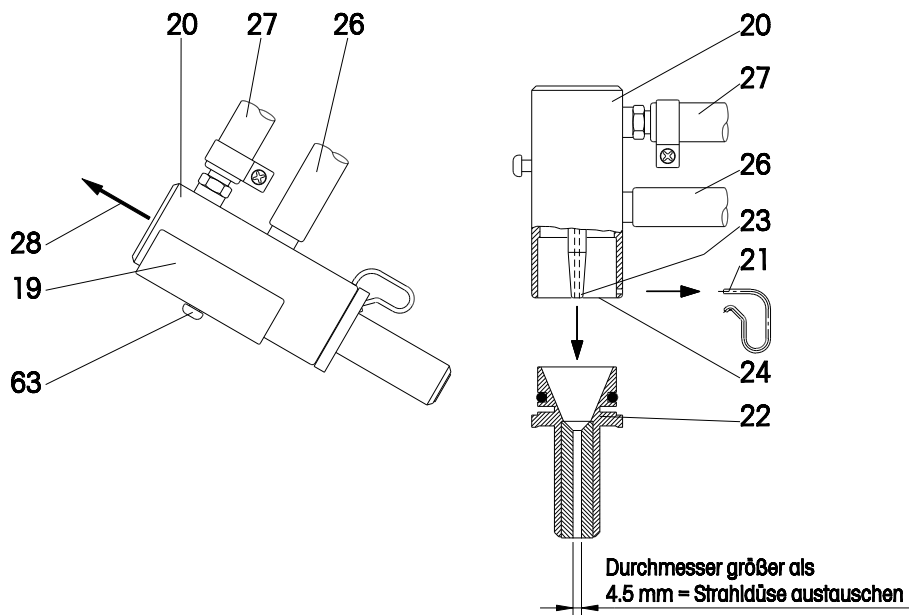

Abb. 6: Zerlegen des Injektors (20) für automatisches Abstrahlen
Bei erneutem Einbau des Injektors (20) für automatisches Abstrahlen unbedingt den Injektor samt Strahldüse mittels der Richtnadel (75) ausrichten. Die Richtungskorrektur der Düse wird an den zwei Schrauben (15) vorgenommen. Siehe Abb. 2 Seite 5 und Abb. 6 Seite 12.